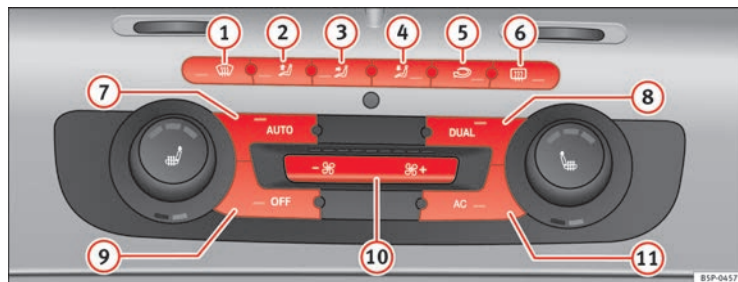

Fig. 110 Sur la planche de bord : éléments de commande du Climatronic bi-zone
- Tournez les molettes de régulation de la température ⇒ fig. 110 pour régler la température du côté gauche et droit respectivement.
- Appuyez sur la touche  ⇒ **page 160, fig. 110.** « AUTO High » apparaît sur l'afficheur de l'autoradio (grande vitesse de la soufflante).
- Appuyez de nouveau sur la touche  ⇒ **page 160, fig. 110.** « AUTO Low » apparaît sur l'afficheur de l'autoradio (basse vitesse de la soufflante).